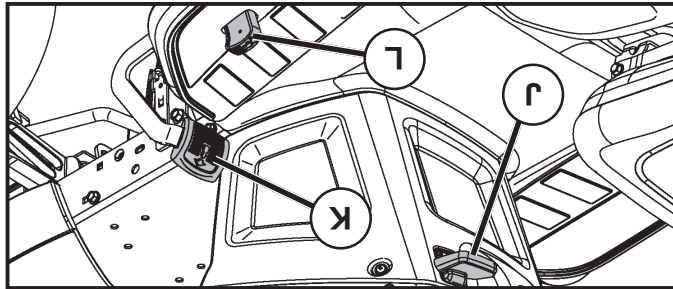

Fig. 7
UTILIZAR EL MANDO CRUCEO (J) (Vea Fig. 7)